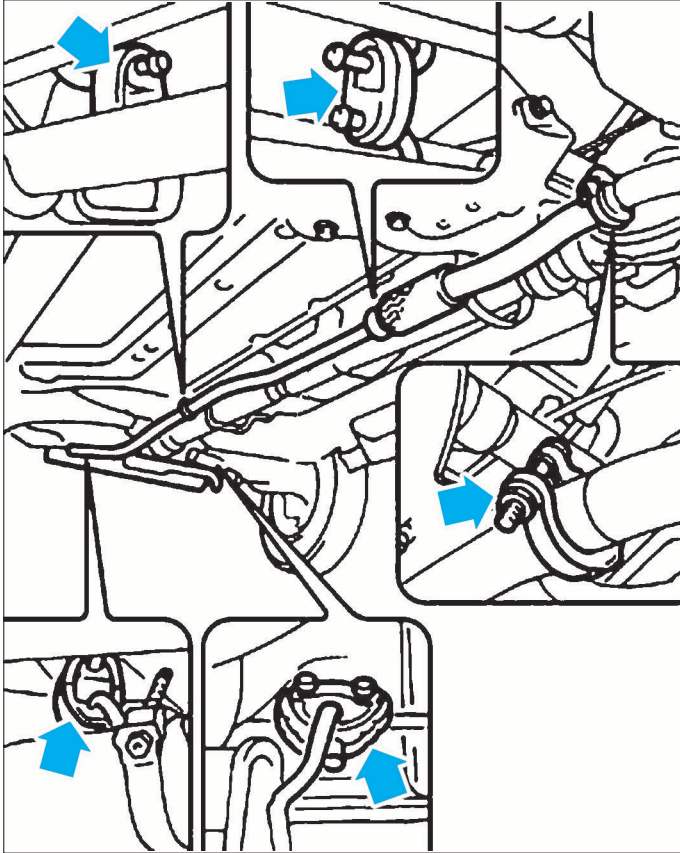

FIG. 20
- Déposer complètement la ligne d'échappement (Fig.20).